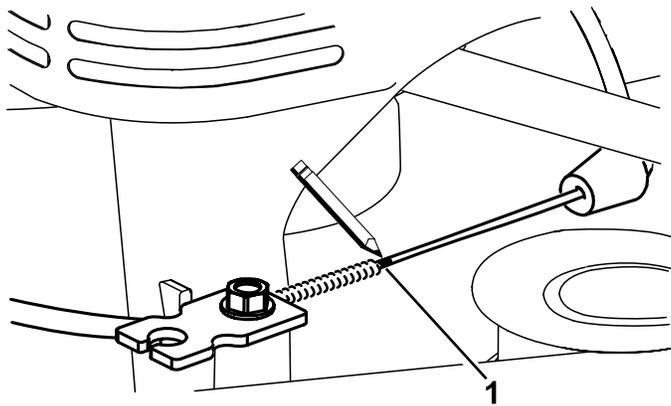
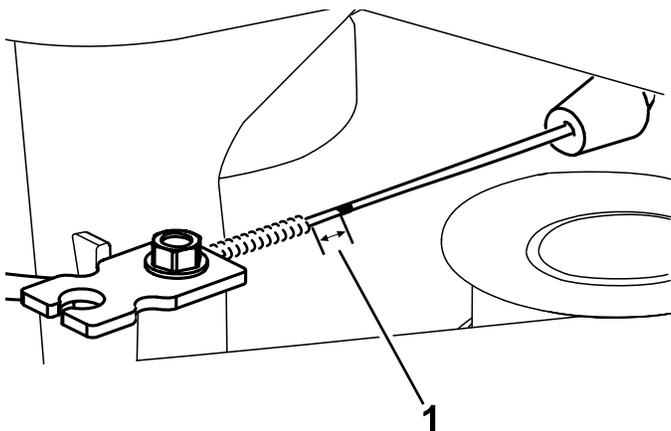

Figura 47
Figura 48
7. Marque o cabo do travão (Figura 47) e, em seguida, ajuste a manga até que exista, aproximadamente, 11 mm de folga (Figura 48).